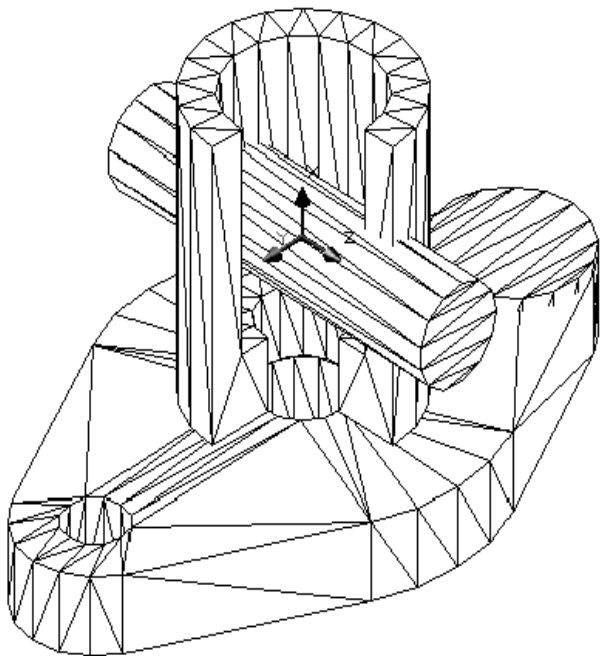

图 7-84
(20)单击【修改】下拉菜单中的【实体编辑】子菜单中的【拉伸面】选项。将拉伸的基面再向“Z”轴正向拉伸“30”个高度。如图 7-84 所示：